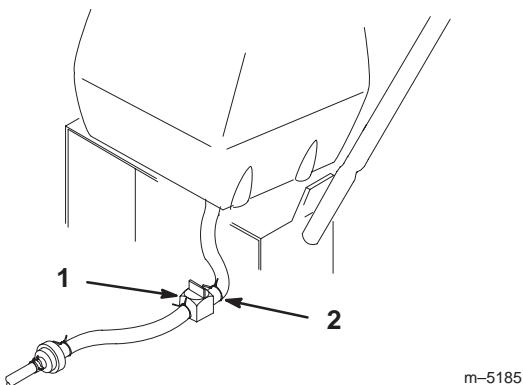

Figure 37
2. Fermez le robinet d’arrivée d’essence sur le réservoir (Fig. 37).
3. Pincez les extrémités du collier de fixation et poussez le collier en haut de la conduite d’alimentation, à l’opposé du robinet d’arrivée de carburant (Fig. 37).
4. Débranchez la conduite d’alimentation du robinet (Fig. 37). Ouvrez le robinet d’arrivée de carburant et laissez l’essence s’écouler dans un bidon agréé ou un bac de vidange.
2. Fermez le robinet d'arrivée d'essence sur le réservoir (Fig. 37).
6. Ouvrez le robinet d'arrivée d'essence sur le réservoir (Fig. 37).
7. Recherchez et réparez les fuites éventuelles (Fig. 37).